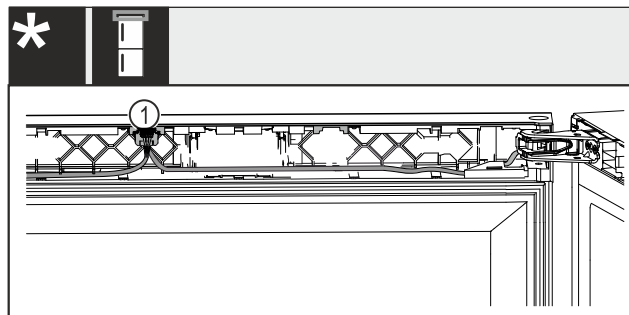

Fig. 46 Kombinált borhűtő-fagyasztókészülékekhez*
- ▶ Pattintsa be a dugót Fig. 46 (1) a vezetősínbe.*